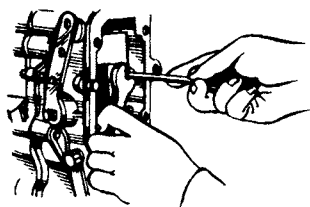

Рис. 63. Вывертывание винта
7. Проверить частоту вращения, соответствующую концу выброса рейки, определяемому по моменту прекращения подачи топлива форсунками. Конец выключения подачи должен происходить при частоте вращения на 55—100 об/мин выше оборотов начала выброса рейки. Подрегулировать его можно с помощью винта двуплечего рычага (рис. 63). При ввертывании винта частота вращения конца выключения уменьшается, при вывертывании увеличивается. При этом, однако, изменяется и начало выключения, поэтому необходима его последующая проверка и подрегулировка по п. 5.